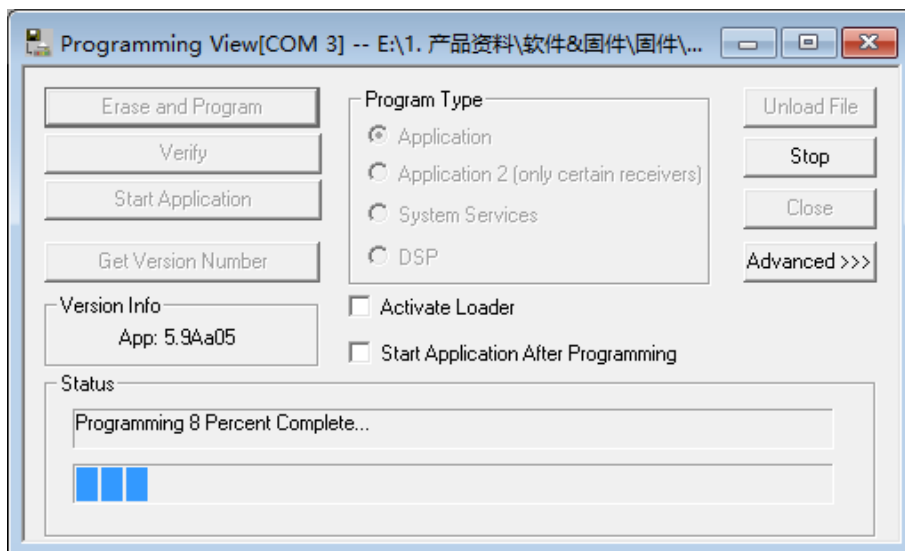

图 4-27 固件升级中
(9) “Status” 状态栏中，显示“File Loaded”表明接收机处于加载模式（准备接收新固件文件）。固件升级开始后，“Status” 状态栏中会显示固件升级的进度，如图 4-27所示。